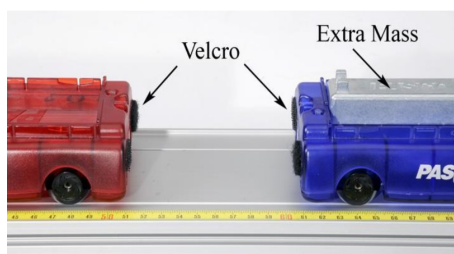

Figura 16.2: Configuración colisión inelástica
5. Orientar los carros de modo que los extremos del velcro se junten entre sí, como se muestra en la figura 16.2.